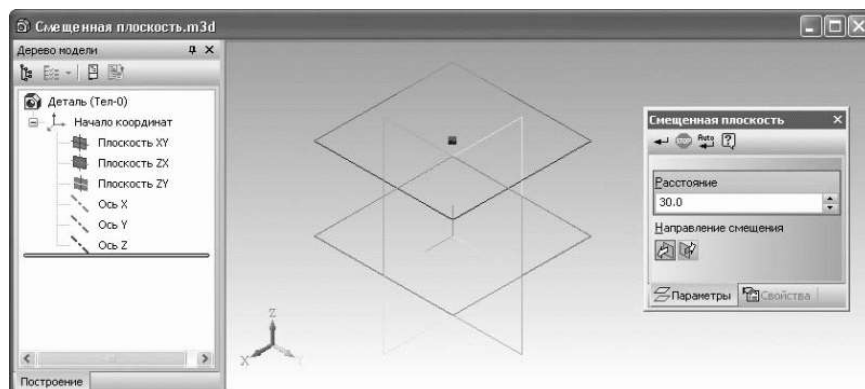

Рис. 3.32. Создание смещенной плоскости (параллельно плоскости XY)
**Смещенная плоскость** – наверное, одна из самых востребованных команд вспомогательной геометрии. Именно этим инструментом мы будем пользоваться чаще всего при построении моделей, рассматриваемых в примерах. Она предназначена для создания вспомогательной плоскости, смещенной от указанной плоскости или плоской грани на определенное расстояние. Для построения такой плоскости необходимо сначала указать базовую плоскость или грань, после чего задать величину и направление смещения (рис. 3.32). Величину и направление смещения можно указать на панели свойств или с помощью перетаскивания характерной точки.